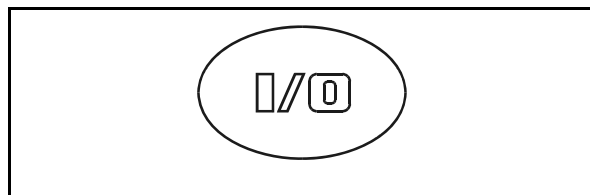

Fig. 6
IN (I) / UR (O) (Fig. 6). Med dessa kopplas manöverpanelen **AMATRON+** in och ur.